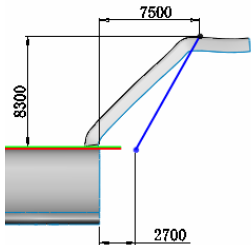
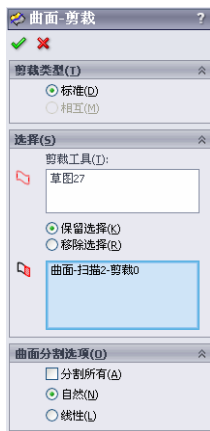

图 8-46 绘制的草图
图 8-47 “曲面-剪裁”属性管理器
⑧ 设置基准面。在左侧“FeatureManager 设计树”中用鼠标选择“上视基准面”，然后单击“标准视图”工具栏中的“正视图”图标，将该基准面作为绘制图形的基准面。
⑨ 绘制草图。单击“草图”工具栏中的“直线”图标按钮，绘制如图 8-46 所示的草图并标注尺寸。
⑩ 剪裁曲面。单击“曲面”工具栏中的“剪裁曲面”图标按钮，此时系统弹出如图 8-47 所示的“曲面-剪裁”属性管理器。在“剪裁工具”一栏中，用鼠标选择图 8-46 绘制的草图；点选“保留选择”选项；在“保留的部分”一栏中，用鼠标图 8-46 中草图左侧